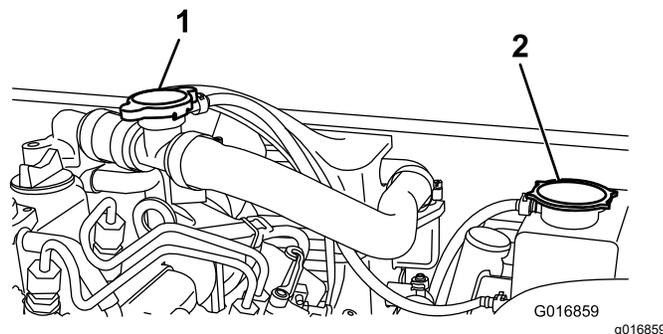

Figura 55
2. Togliete il tappo del serbatoio di troppopieno del radiatore (Figura 55).
2. Togliete il tappo di rifornimento (Figura 55) e riempite con refrigerante.
3. Riposizionate il tappo di rifornimento e rimuovete il tappo del serbatoio di troppopieno del radiatore (Figura 55).